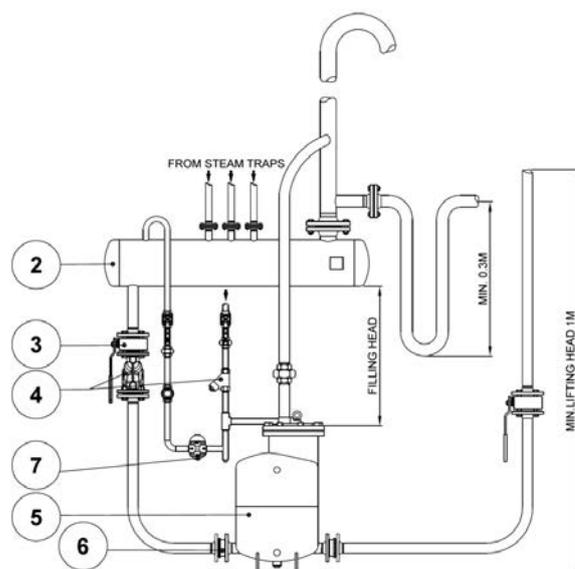

Рис. 1
УСТАНОВКА: Горизонтальная установка. Пример показан на рис. 1. См. IMI – Инструкции по установке и обслуживанию.
4. Доступный подпор (filling head) (см. рис. 1) в мм или любой другой размер, позволяющий его определить.